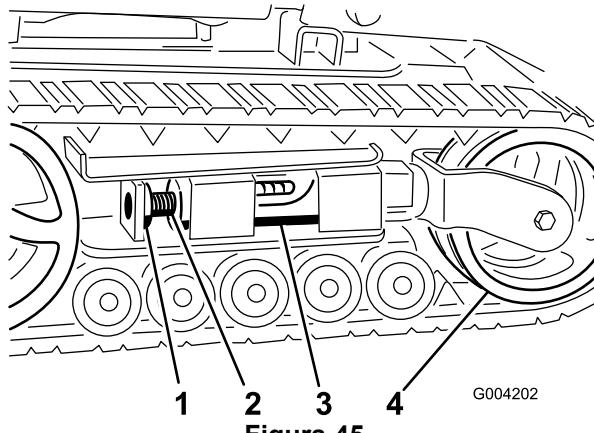
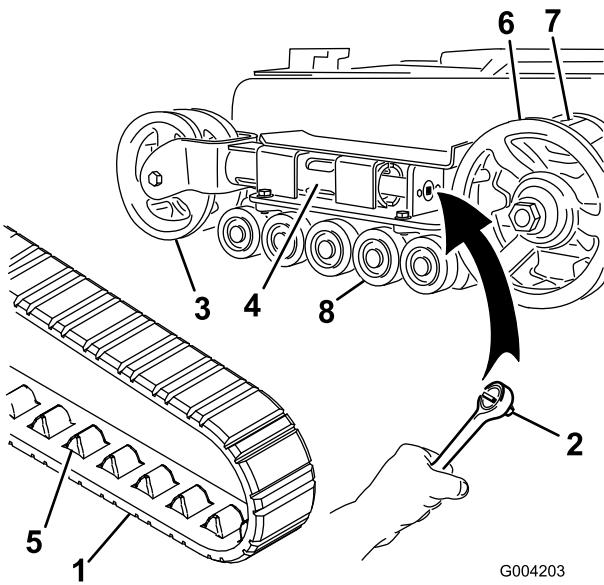
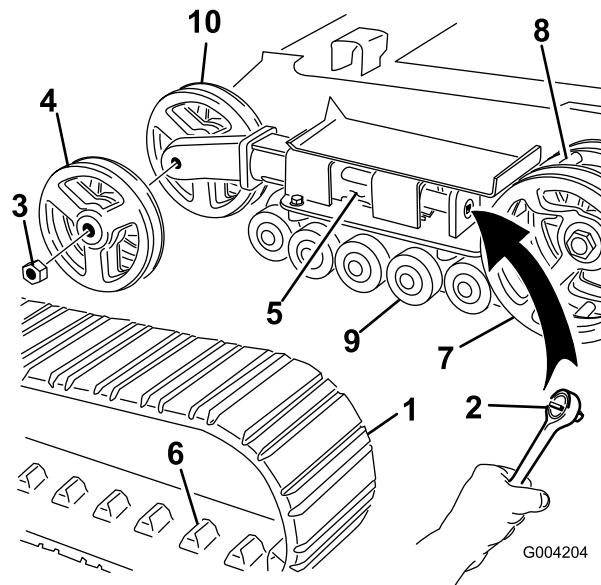

Figura 45
Figura 46
Figura 47
4. Usando una llave de 1/2 pulgada (Figura 46), gire el tornillo tensor en el sentido contrario a las agujas del reloj hasta que la distancia entre la tuerca tensora y la parte de atrás del tubo tensor (Figura 44) sea de 7 cm.
5. Alinee la muesca más próxima del tornillo tensor con el taladro del perno de bloqueo, y fije el tornillo con el perno de bloqueo y la tuerca (Figura 45).
3. Retire el perno de bloqueo y la tuerca (Figura 45).
4. Usando una llave de 1/2 pulgada, alivie la tensión en la oruga girando el tornillo tensor en el sentido de las agujas del reloj (Figura 45 y Figura 46).
4. Usando una llave de 1/2 pulgada, alivie la tensión en la oruga girando el tornillo tensor en el sentido de las agujas del reloj (Figura 45 y Figura 47).
5. Empuje la rueda tensora hacia la parte de atrás de la unidad de tracción para mover el tubo tensor contra el bastidor (Figura 46). (Si no toca el bastidor, siga girando el tornillo tensor hasta que lo toque.)
7. Cuando haya retirado la oruga de la rueda tensora, retírela de la rueda motriz y de las ruedas de rodaje (Figura 46).
8. Empezando en la rueda motriz, pase la oruga nueva alrededor de dicha rueda, asegurándose de que los dientes de la oruga encajen entre los espaciadores de la rueda (Figura 46).
9. Empuje la oruga por debajo de y entre las ruedas de rodaje (Figura 46).
5. Empuje la rueda tensora hacia la parte de atrás de la unidad de tracción para mover el tubo tensor contra el bastidor (Figura 47). (Si no toca el bastidor, siga girando el tornillo tensor hasta que lo toque.)
6. Retire la tuerca que fija la rueda tensora exterior y retire la rueda (Figura 47).
7. Retire la oruga (Figura 47).
8. Retire la tuerca que fija la rueda tensora interior y retire la rueda (Figura 47).
12. Instale la rueda tensora interior y fíjela con la tuerca que retiró anteriormente (Figura 47).
14. Instale la oruga nueva, asegurándose de que los dientes de la oruga encajen entre los espaciadores de la rueda motriz (Figura 47).
15. Instale la rueda tensora exterior y fíjela con la tuerca que retiró anteriormente (Figura 47).